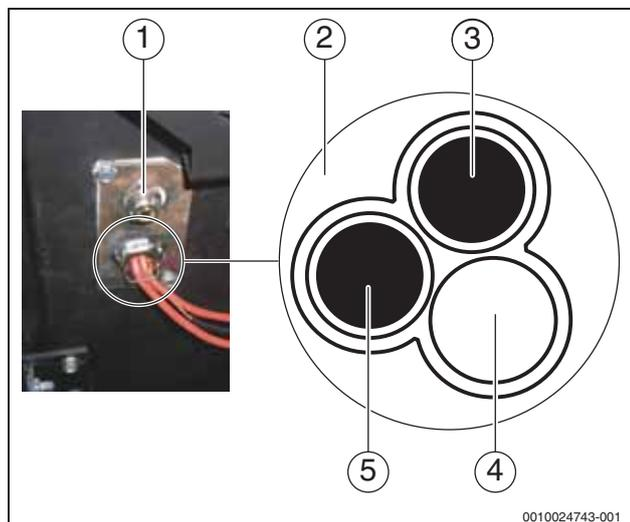

Bild 14 Entlüftung und Fühleranschlüsse an der Tauchhülse des Wodtke Primärofens water+
- Beim Anschluss des Funktionsmoduls AM200 wird der Temperaturfühler TA1 des AM200 (6-mm-Fühler) zusätzlich zum internen Kesseltemperaturfühler FKY in die Tauchhülse des Wodtke Primärofens water+ installiert (→ Bild 14).